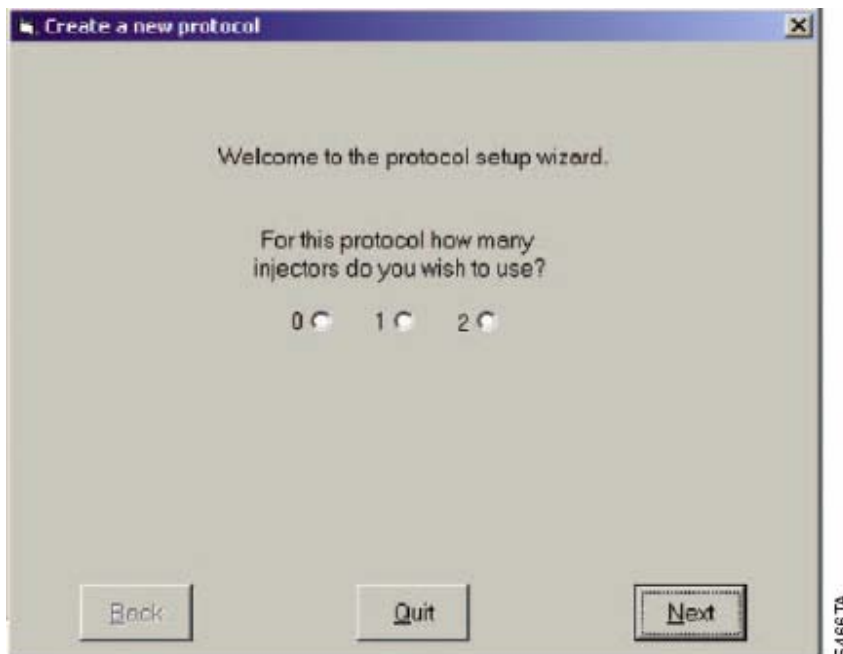

Abbildung 8. Der „Protocol Setup Wizard“.
1. Wenn Sie alle Optionen manuell auswählen möchten, drücken Sie auf „Create New Protocol“ um den „Protocol Setup Wizard“ zu starten. Er wird Sie durch eine Reihe von Schritten führen, um Ihr Protokoll Ihren Wünschen anzupassen (Abbildung 8).